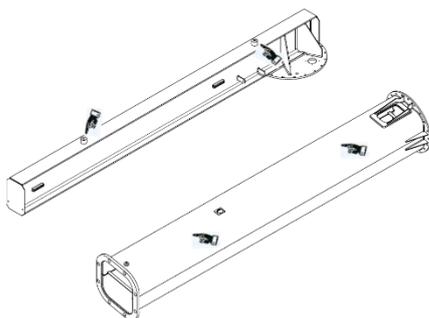

Abb. 11
- Die Strukturteile des Auslegerkrans (Säule und Ausleger) werden in der Regel mit Verpackung geliefert; an den Säulen befinden sich Anschlagpunkte, um die Handhabung während der Installationsarbeiten zu erleichtern (Abb. 11).